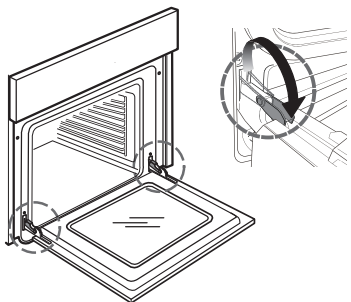

fig. 1
2. Levante os dois trincos e empurre-os o mais possível (fig. 1).